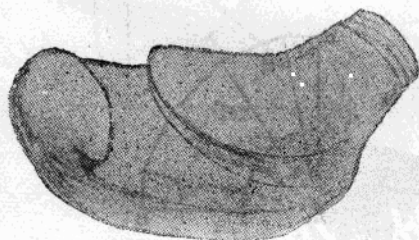

图1-10 弯管器示意图
在象我們这样的小型电站中，冷弯管子最好使用弯管器（图1-10）。弯管器根据所要弯的管子直径的大小，可分三种：①弯4分（13公厘）管子的；②弯6分（19公厘）管子的；③弯1吋（25公厘）管子的。